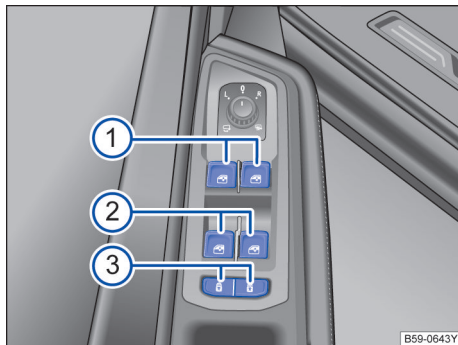

图 73 在驾驶员侧车门内：前部和后部车窗升降器的按钮。
→ 图 73 的图例：
|  | 儿童安全锁按钮→图 73③ 开启或停用后车门内的车窗升降。开启或停用后车门儿童电子安全锁。 |